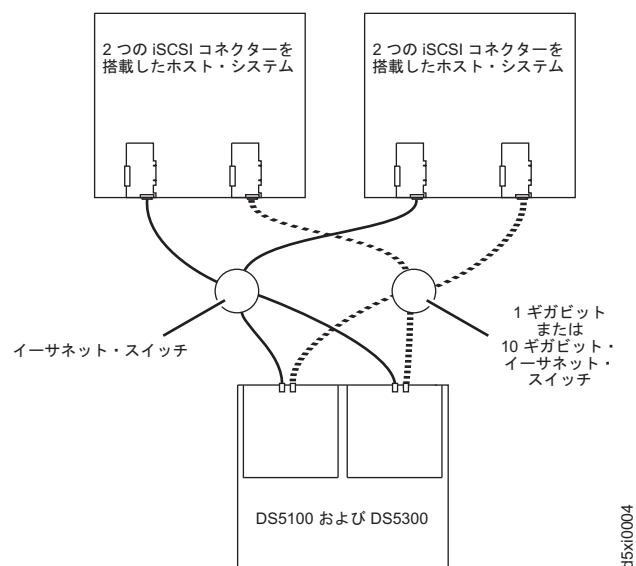

図 97. 複数ホスト、複数ポート構成の例
- 単一ホスト、複数ポート構成 (159 ページの図 97)
図 97 は、複数ホスト、複数ポート構成です。クラスター構成について、以下の図は複数ホスト、複数ポート、および冗長パスとコントローラー構成の例を示しています。この図に示されている 2 つのギガビット・イーサネット・スイッチを、必要な数のポートがある 1 つの大規模なギガビット・イーサネット・スイッチと置き換えることができます。仮想ローカル・エリア・ネットワーク (VLAN) は、単一のスイッチの代わりに、2 つの iSCSI ネットワークを分離するために使用することもできます。